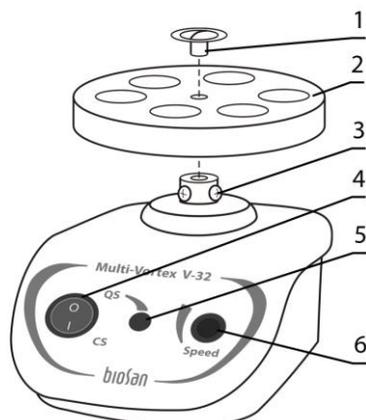

Figura 2. V-32, vista frontale
5.2.5.3 Posizionare la provetta sulla testina a vortice, premere e tenere premuto il pulsante **QS** (figura 2/2) per il vortex. Il rotore si arresta quando il pulsante viene rilasciato.